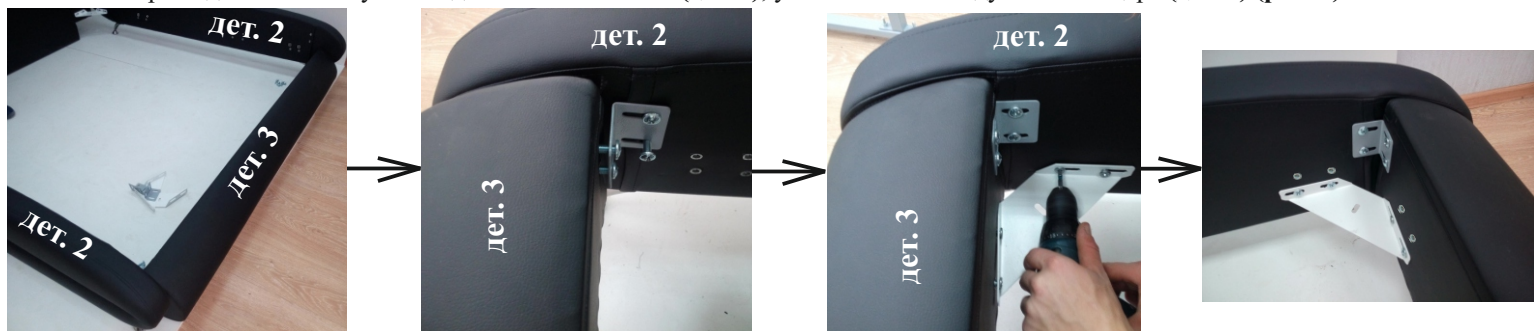

рис. 5
5. Повторите действия из пункта 4 для ножной спинки (дет. 3), установив ее между боковых царг (дет. 2) (рис. 5).